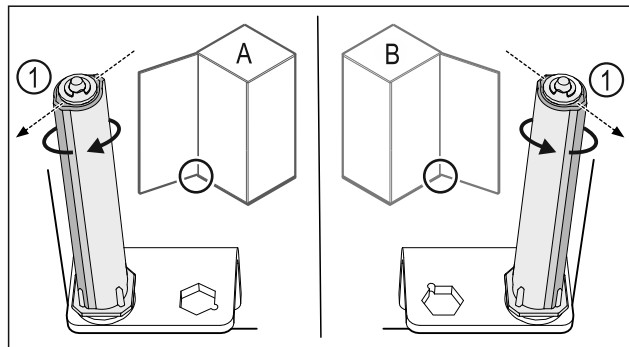

Fig. 28 Ľavý doraz (A)/pravý doraz (B)
- ▶ Otáčajte systém zatvárania proti odporu, kým nebude mostík systému zatvárania Fig. 28 (1) ukazovať von.